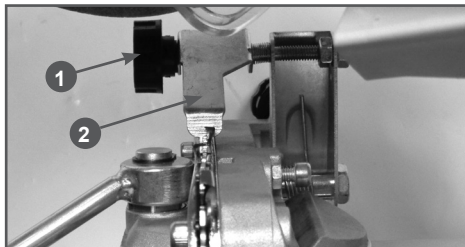

Рис. 19 Поперечная регулировка упора цепи
11. Вращением гайки поперечной регулировки упора цепи (Рис. 19 п. 1) установите упор цепи (Рис. 19 п. 2) так, чтобы паз направляющей шины станка был посередине рабочей части упора цепи.